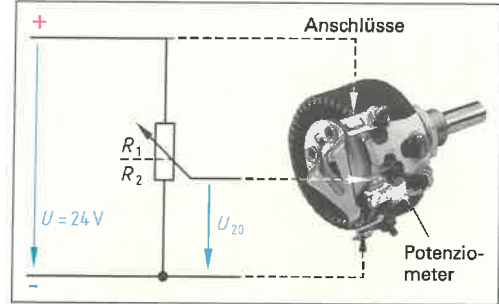
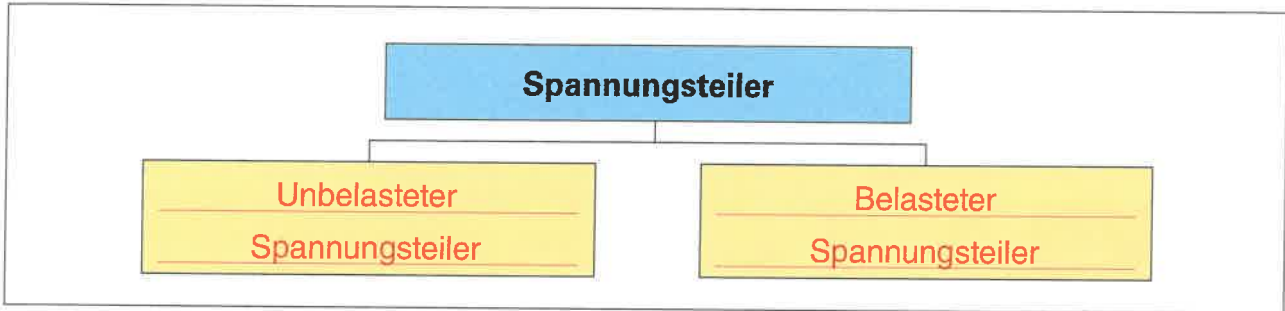

Bild 1: Einstellbarer unbelasteter Spannungsteiler
Bild 2: Übersicht Spannungsteiler
Elektronische Schaltungen benötigen oft Spannungen, die kleiner als die Betriebsspannung sind. Zur Erzeugung solcher Spannungen werden häufig Spannungsteiler eingesetzt. Mit einem einstellbaren Spannungsteiler (Bild 1) kann dann die Ausgangsspannung stufenlos eingestellt werden.
1. Spannungsteiler können mit und ohne Last am Ausgang betrieben werden (Bild 1). Meist erfolgt jedoch der Betrieb mit einer Last, z. B. einem Widerstand oder einem elektronischen Gerät (Bild 3). Ergänzen Sie die dafür verwendeten Fachbegriffe im Bild 2.
2. Geben Sie die Formeln für den unbelasteten Spannungsteiler (Bild 1) an und benennen Sie die Formelzeichen.
3. Zwischen welchen Werten kann die Ausgangsspannung  $U_{20}$  in Bild 1 eingestellt werden?